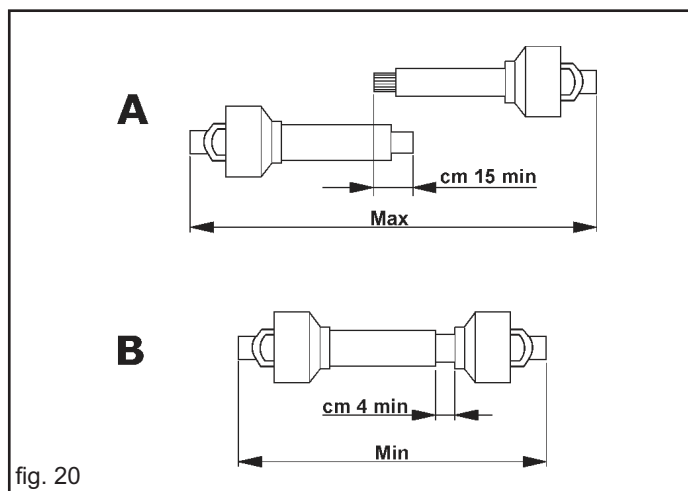

fig. 20
- Când arborele cardanic este uzat la maxim, cele două tuburi trebuie să se suprapună cel puțin 15 cm (A Fig. 20). Când acesta este inserat la maxim, jocul minim permis trebuie să fie de 4 cm (B Fig. 20).